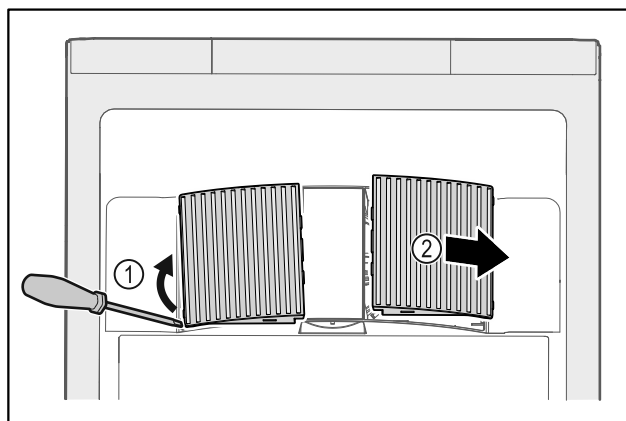

Fig. 105
- ▶ Ostrożnie podważyć osłony wentylatora z boku Fig. 105 (1) i zdjąć do przodu Fig. 105 (2).